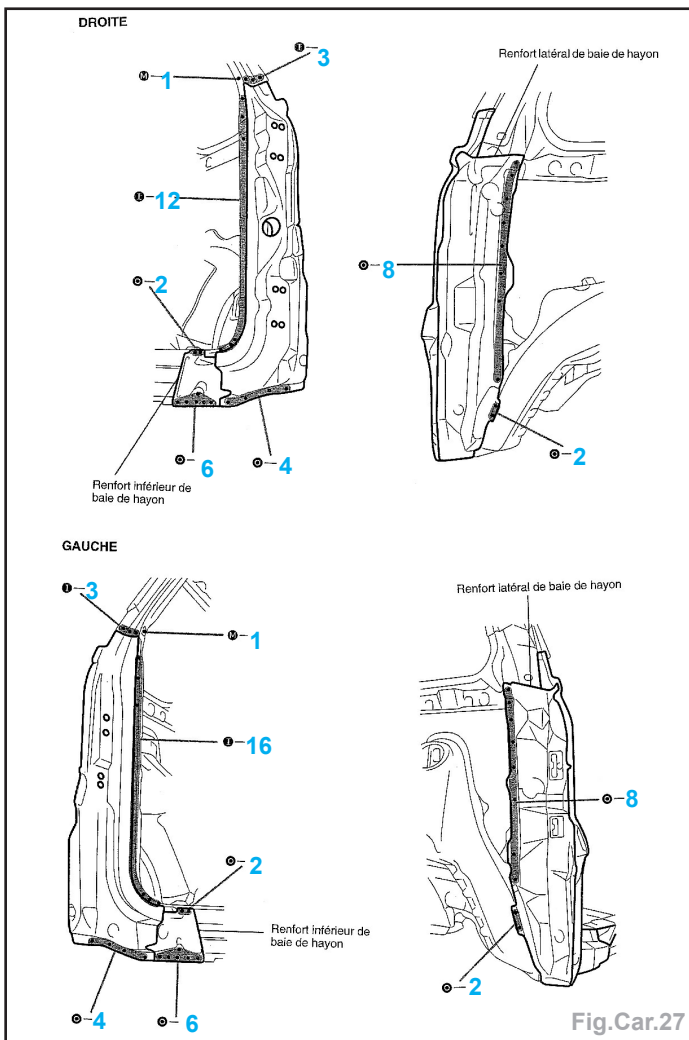

Fig.Car.27
- Fraiser et meuler les points de soudures électrique (Fig.Car.27).